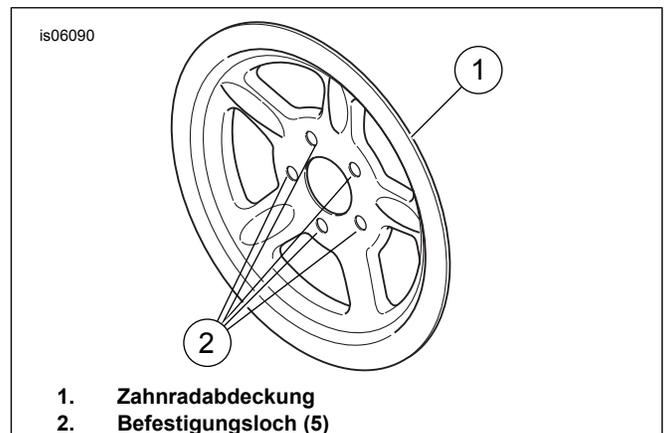

Abbildung 1. Zahnradabdeckung, Chrom
3. Siehe Abbildung 1. Die fünf Zahnrad-Befestigungsschrauben entfernen.